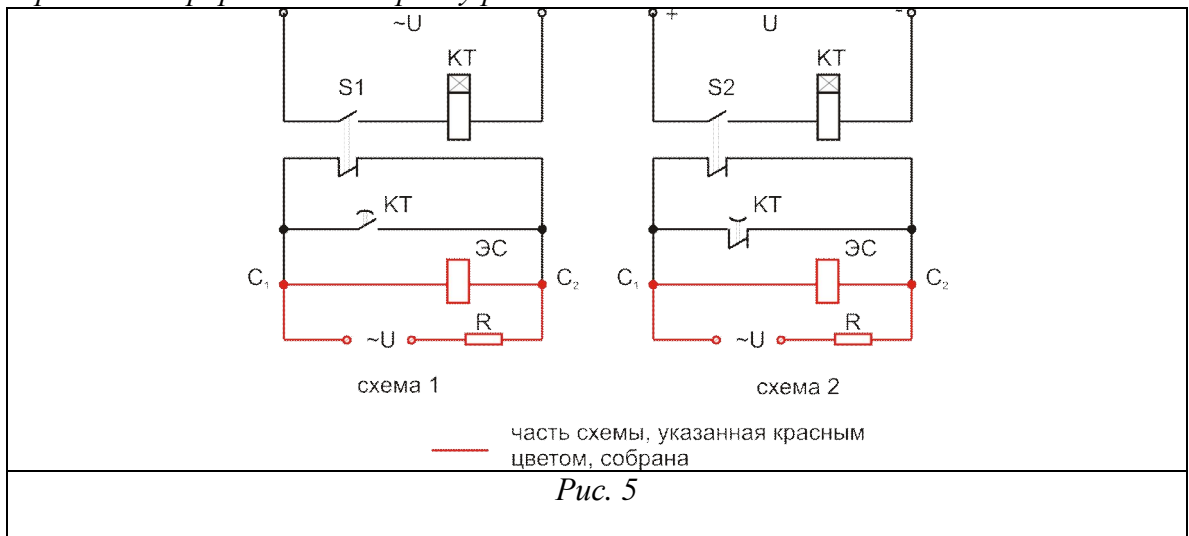

Рис. 5
5. Определить состав схемы (рис. 5), найти элементы на щите. Собрать схемы, включая поочередно электромеханическое, электромагнитное и пневматическое реле времени. Определить выдержки времени каждого реле. Объяснить и продемонстрировать настройку реле